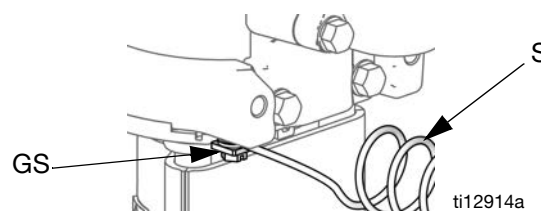

ABB. 2. Erdungsschraube und Erdungskabel
1. Pumpe: Siehe ABB. 2. Sicherstellen, dass die Erdungsschraube (GS) montiert und sicher am Luftmotor befestigt ist. Das andere Ende der Erdungsleitung (S) mit einer fachgerecht ausgeführten Erde verbinden.